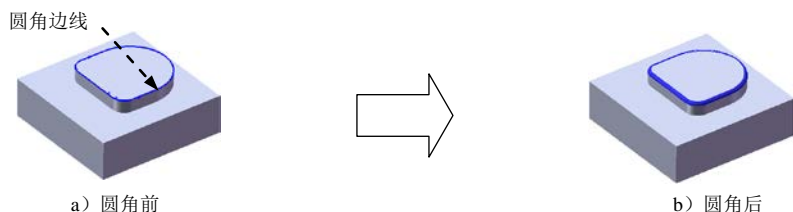

图 14.2.6 圆角 1
Step4. 创建图 14.2.6 所示的圆角 1。
(1) 选择命令。选择下拉菜单  **插入(I)**  **特征(F)**  **圆角(U)...** 命令 (或单击  按钮), 系统弹出“圆角”对话框。
(2) 定义圆角类型。采用系统默认的圆角类型。